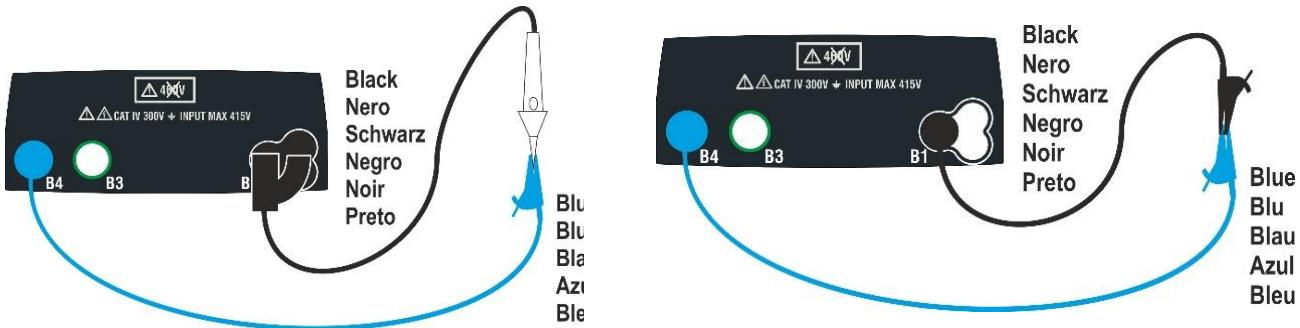

Fig. 10: Udkompensation af modstanden i prøveledning / i fjernbetjeningsproben
- Kortslut krokodillenæb/prøveledningerne eller fjernbetjeningsproben som vist i Fig. 10.